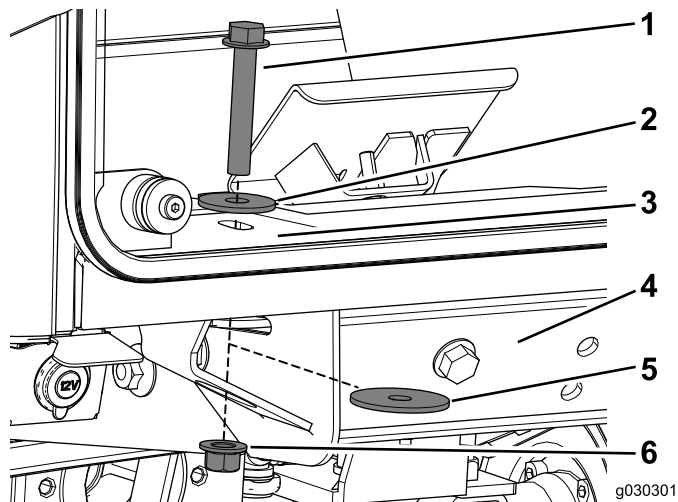

図 24
7. ボルト1/2 x 3 インチ、スラストワッシャ、大きいワッシャ、ロックナットを使って、キャブを前マウントに固定する 図 24。